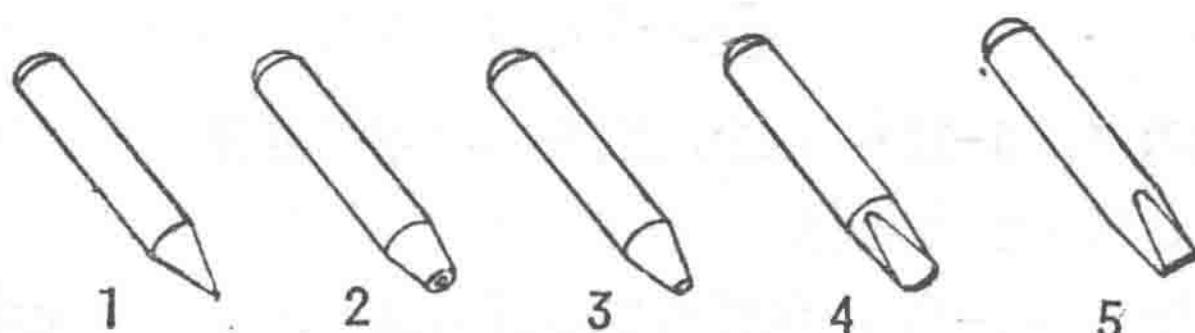

图1-8 冲子
**冲子(图1-8):**至少应备有尖冲、空心冲、平头冲、半